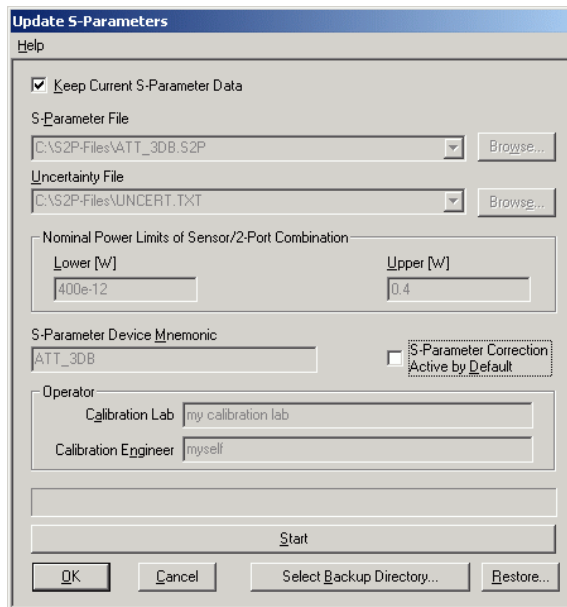

Bild 3-5 Nachträgliches Ändern des Reset-Zustandes der S-Parameter-Korrektur
2. Die Checkbox **Keep Current S-Parameter Data** muss aktiviert sein (Bild 3-5).